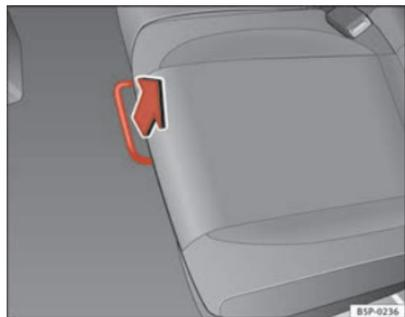

Fig. 98 Barra de destrançamento do banco traseiro
- Na posição de sentado, destranque a alavanca no sentido da seta ⇒ fig. 98.